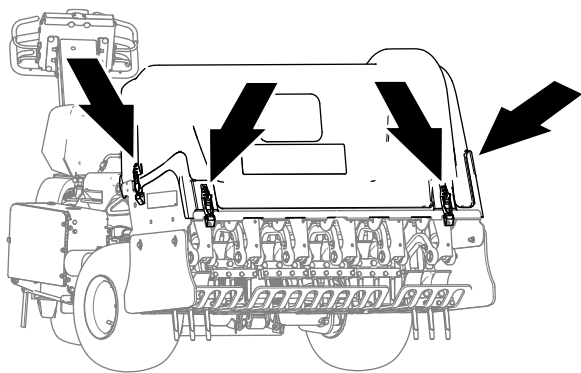
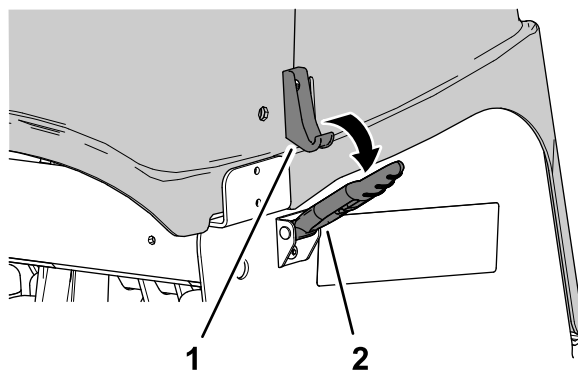

Figura 148
Figura 150
4. Sganciate la copertura della testa di carotaggio agendo sui 4 fermi (**Figura 148** e **Figura 150**).